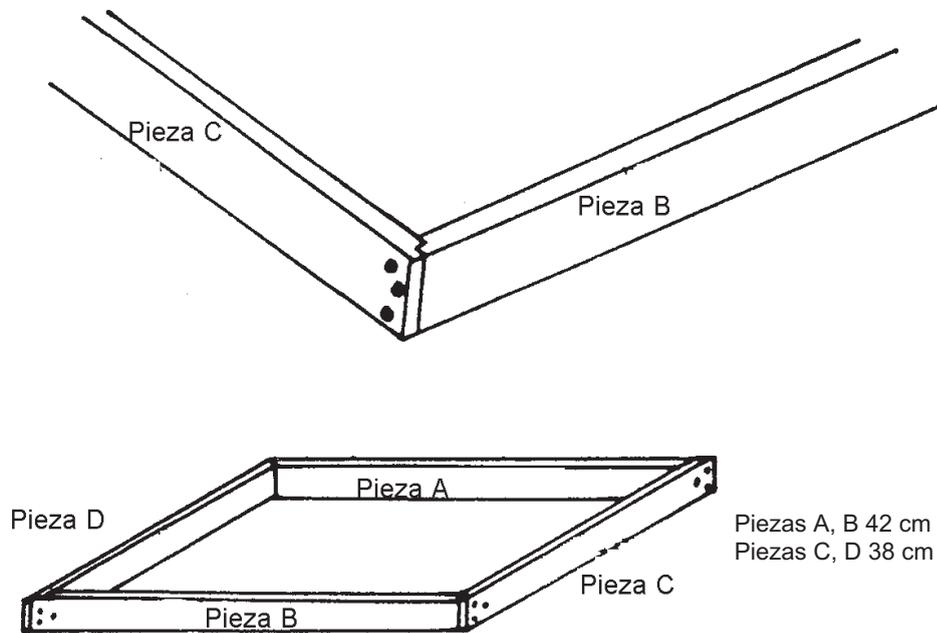

Figura 2
- Ya cortadas las tiras, ensámblalas utilizando cola y tornillos a tresbolillo (figura 2).